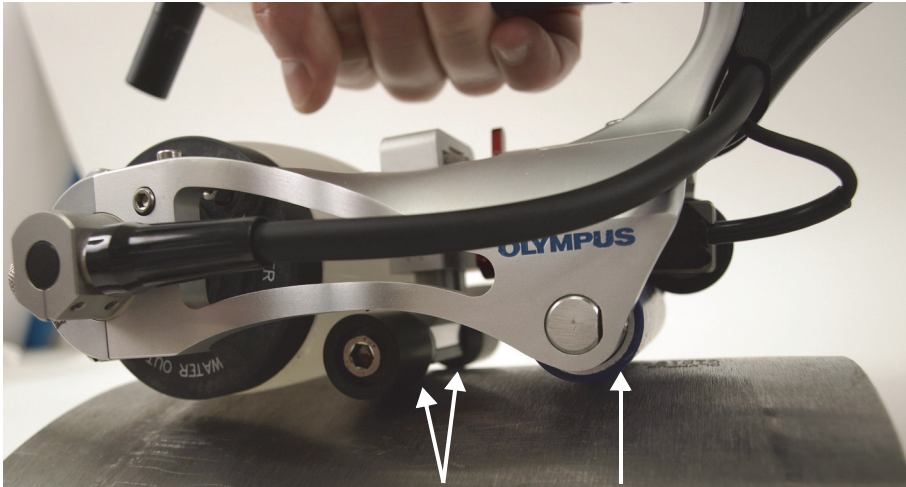

図 4-5 中央ホイールのロック解除
2. ロッキングレバーを UNLOCKED（ロック解除）ポジションにして中央ホイールのロックを解除します（62 ページの図 4-5）。